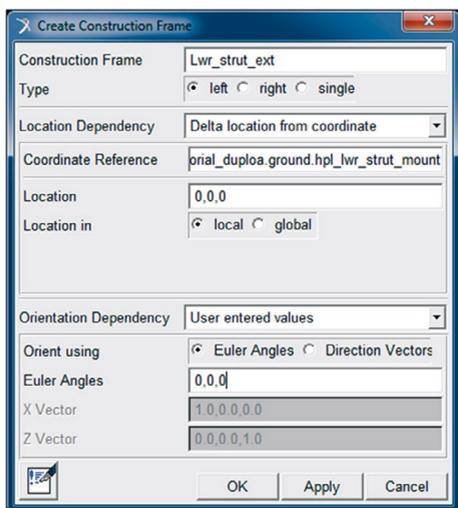

Figura 5.62 – Janela relativa à criação do *Construction Frame* “*Lwr_strut_ext*”.
- A janela *Create Construction Frame* será aberta e os campos deverão ser preenchidos, conforme a Figura 5.62.